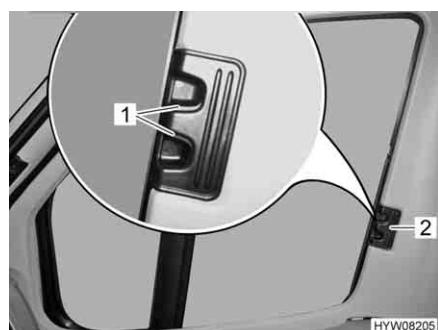
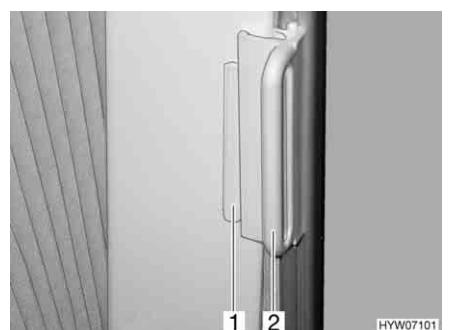

Fig. 17 Bloccaggio delle tendine oscuranti pieghevole per il finestrino del conducente/passeggero
Fig. 18 Bloccaggio delle tendine oscuranti pieghevole per il finestrino del conducente/passeggero (alternativa)
- Inserire la tendina oscurante pieghevole per la maniglia (Fig. 17,2 o Fig. 18,2) fino all'arresto.
- Far innestare il bloccaggio (Fig. 17,1) oppure spingere l'impugnatura (Fig. 18,1) fino al sopralzo (Fig. 18,2).